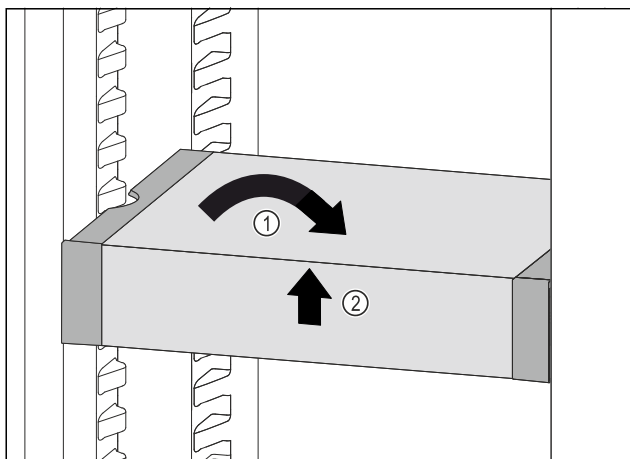

Fig. 81
- VarioSafe recht zetten. Fig. 81 (1)
- VarioSafe aan voorkant optillen. Fig. 81 (2)